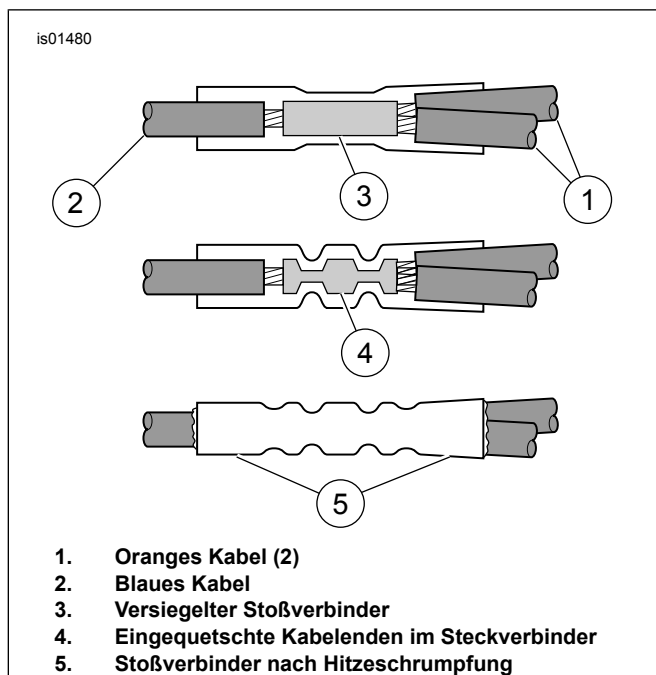

Abbildung 2. Versiegelten Stoßverbinder einbauen
e. Siehe Abbildung 2. Das blaue Bremsleuchtenrelais-Kabel (2) und die Enden der beiden orangenen Kabel (1) in den versiegelten Stoßverbinder (3) aus dem Satz einsetzen.
g. Siehe Abbildung 2. Die Quetschverbindung mit einem Ultratorch UT-100 (H-D-39969), einer Robinair-Heißluftpistole (H-D-25070) mit Schrumpfaufsatz (H-D-41183) oder einem anderen geeigneten Heizstrahler gleichmäßig erwärmen, um den Stoßverbinder abzdichten. Die Wärme von der Mitte des Quetschverbinders langsam zu den Enden führen, bis das schmelzbare Dichtungsmittel aus beiden Enden des Verbinders (5) austritt. Den Verbinder abkühlen lassen.